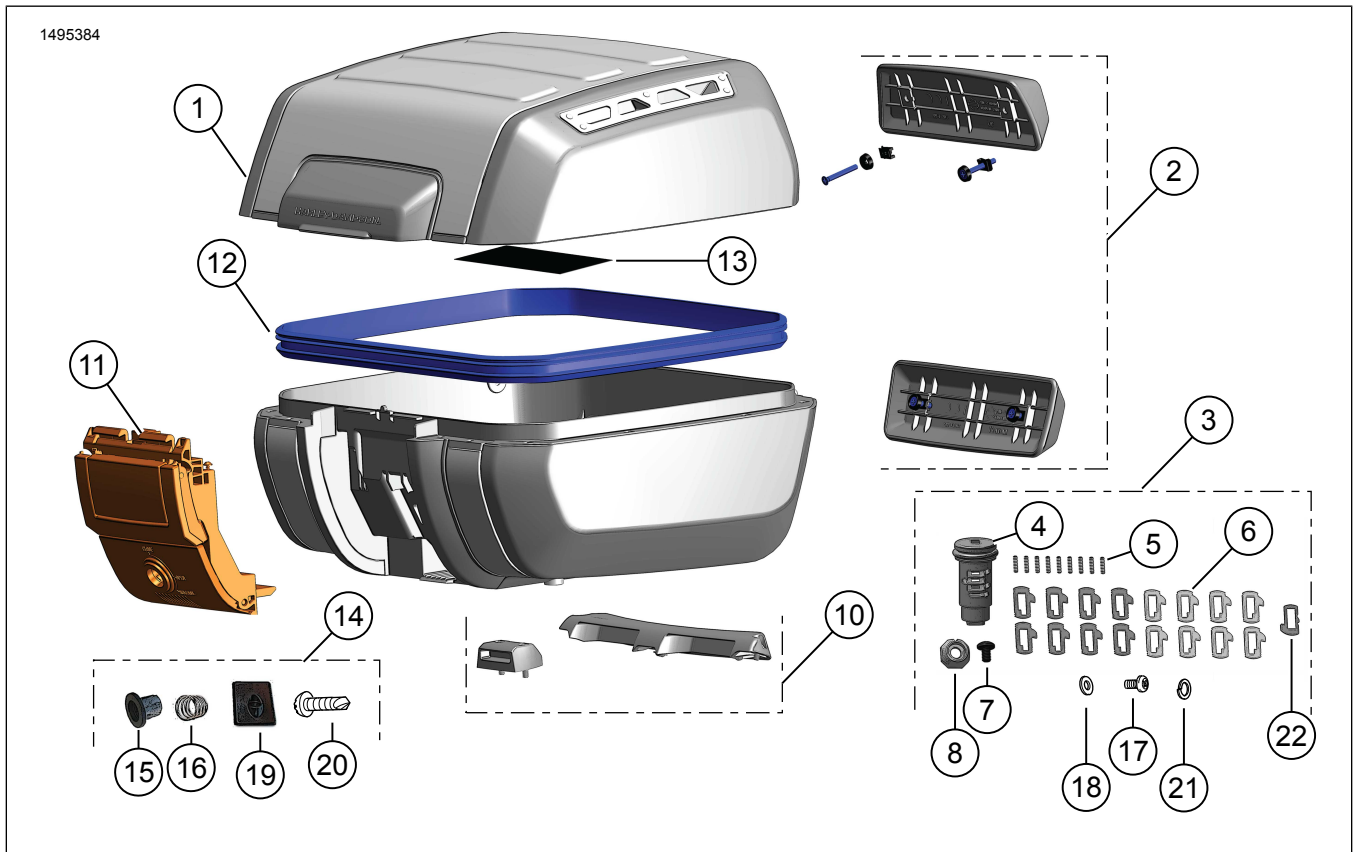
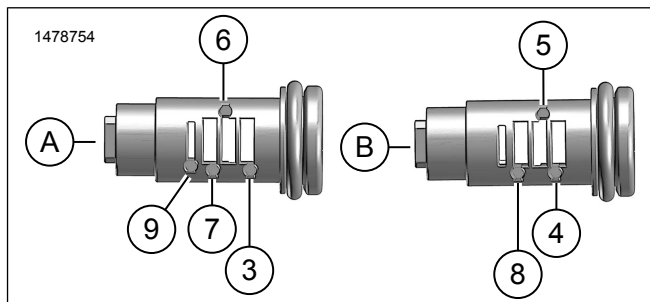

Figura 1. Conteúdo do kit: Baú removível
Figura 4. Locais de instalação das molas e dos tambores (típicos)
5. Figura 4 Instale as molas do tambor (5) — veja a Figura 1 — nos furos das estações 3, 6 e 7 da lateral (A) do subconjunto do cilindro.
6. Figura 4 Instale os tambores (6) — veja a Figura 1 — n.º 11-14 nas estações 3, 6 e 7 de acordo com os números de tambor determinados na Tabela 3.
7. Figura 4 Instale as molas do tambor (5) — veja a Figura 1 — nos furos das estações 4, 5 e 8 na lateral (B) do subconjunto do cilindro.
8. Figura 4 Instale os tambores (6) — veja a Figura 1 — n.º 21-24 nas estações 4, 5 e 8 de acordo com os números de tambor determinados na Tabela 3.